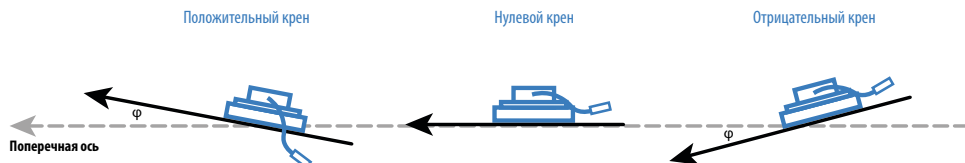

Рис.21. Измерение угла наклона относительно поперечной оси датчика.
**Крен.** В данном режиме датчик осуществляет измерение угла наклона датчика относительно поперечной оси и в случае превышения порога поперечного отклонения устанавливает выход в активный уровень. Как только поперечный угол становится меньше порога, выход переключается в неактивное состояние. Измерение угла осуществляется в обоих направлениях, крен может быть как положительным, так и отрицательным (Рис.21).